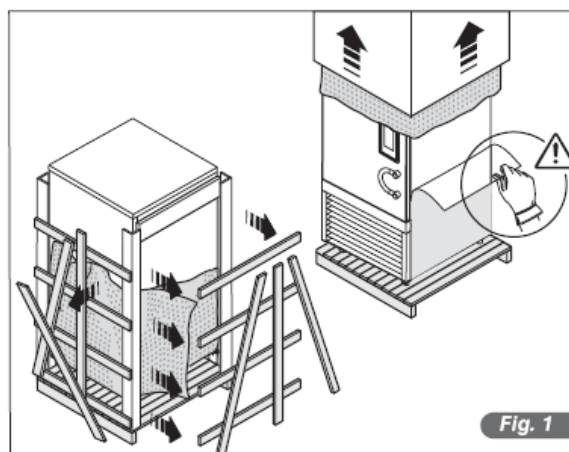

Fig. 1
- Fjern den beskyttende film fra alle sider (se fig. 1).